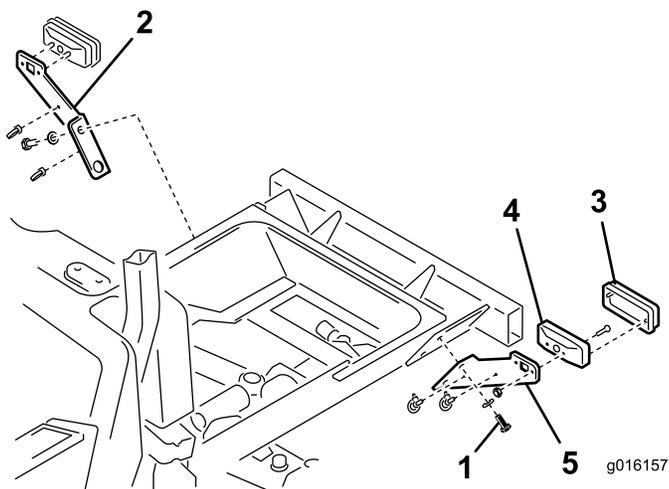

Figura 11
2. Con il bullone, la rondella e il dado rimossi in precedenza fissate il supporto del fanale sx alla staffa e al telaio (Figura 11). Accertatevi che il foro inferiore nel supporto del fanale sia posizionato sopra il bullone di fissaggio inferiore del paraurti.
3. Montate il fanale posteriore sul relativo supporto con i bulloni e i dadi forniti con il fanale (Figura 11).